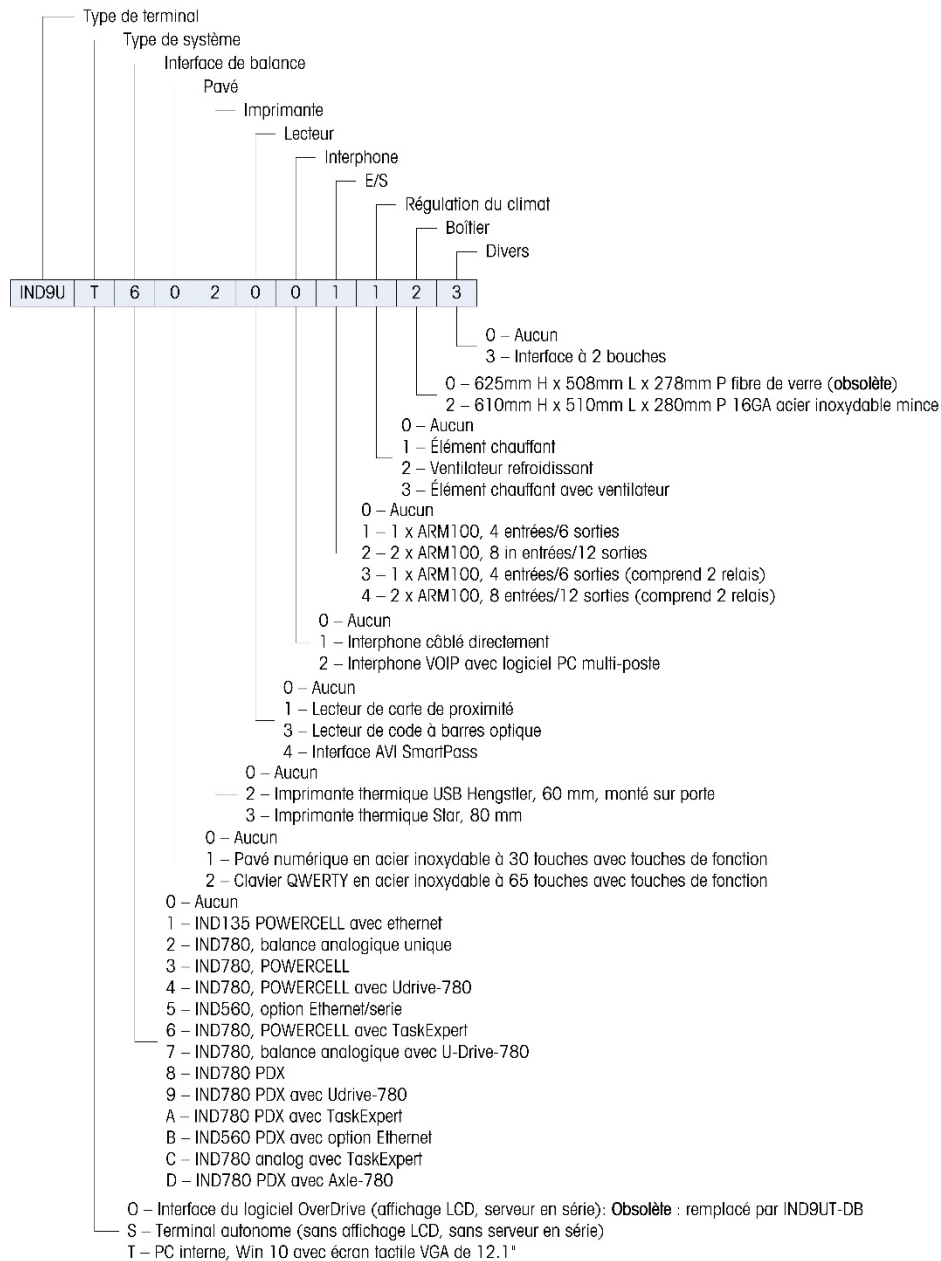
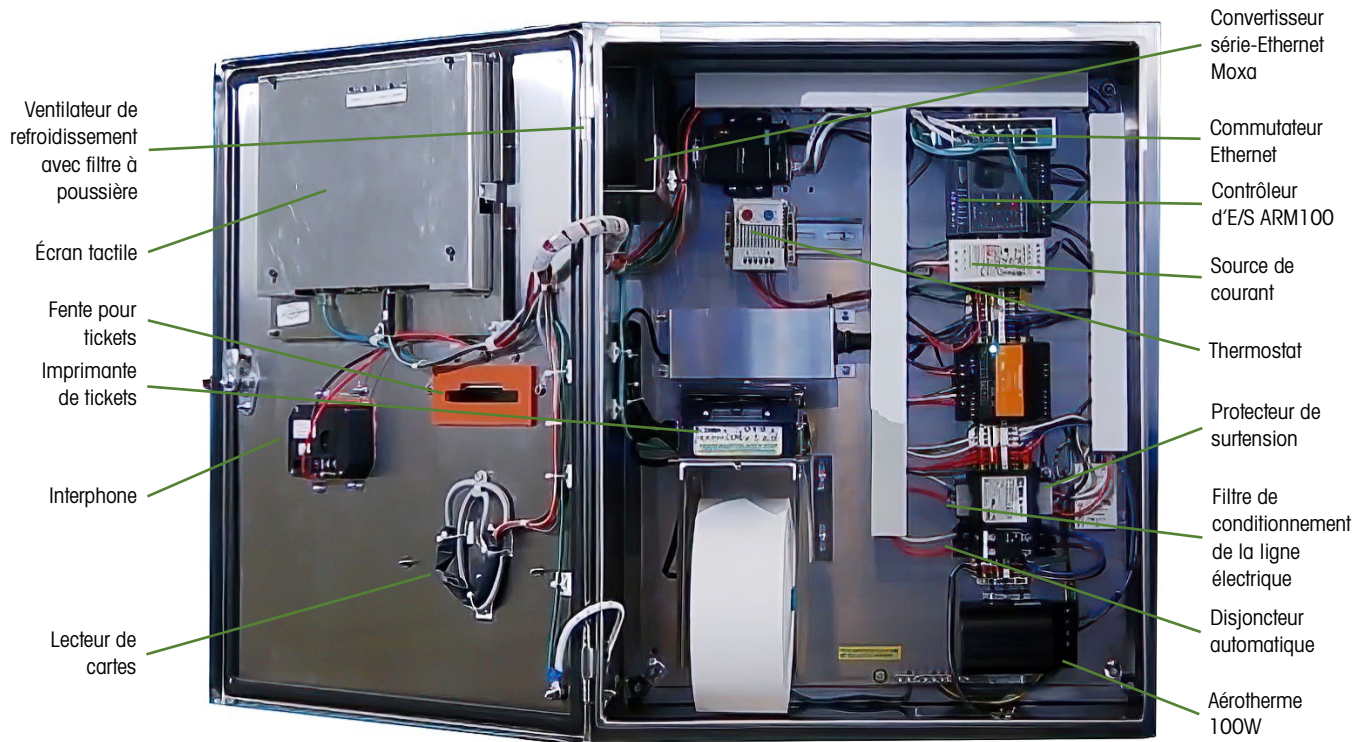

Figure 1-2 : Numéros d'identification du modèle IND9U
Figure 1-3: Agencement interne de l'IND9UT-DB avec écran tactile
La Figure 1-3 Figure 1-2 présente un exemple représentatif de la disposition des principaux composants à l'intérieur de l'enceinte d'un IND9U, avec une interface DataBridge à écran tactile. Cet agencement varie en fonction de la configuration du système.
- La Figure 1-3 montre un IND9UT-DB avec des fonctionnalités optionnelles telles qu'un ventilateur de refroidissement. D'autres configurations sont possibles, y compris des composants tels qu'un convertisseur Ethernet à fibre optique.